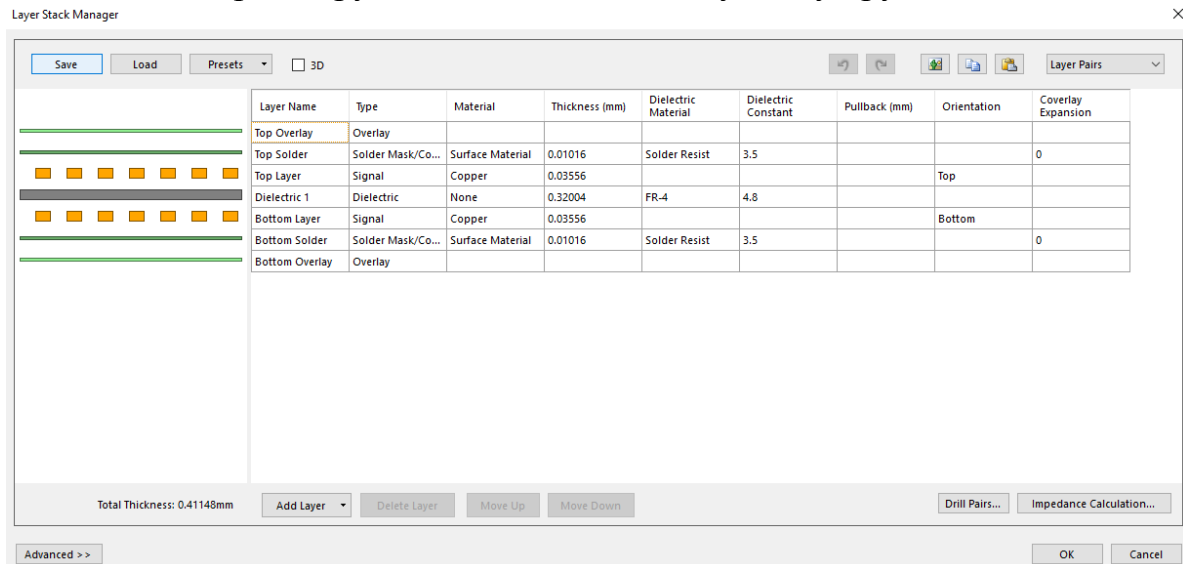

Рис.2. Налаштування параметрів шарів плати Layer Stack Manager
2. **Design > Layer Stack Manager** визиваємо вікно для налаштування параметрів шарів плати (Рис.2.). Тут можна виконувати додавання нових шарів, керування їх положенням у стеку друкованої плати.